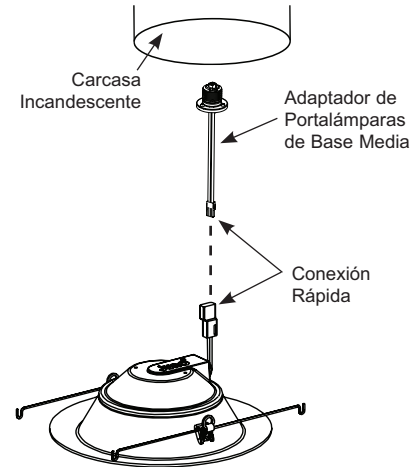

Figura 4
Paso 3. La instalación en carcasas ya existentes con portalámparas de base media: Enrosque el adaptador de portalámparas de base media en el portalámparas, en la carcasa empotrada. Enchufe el conector proporcionado en el borde al conector de acoplamiento en el adaptador de portalámparas presionando firmemente para asegurar que los conectores estén bien sujetos (Vea la Figura 4).